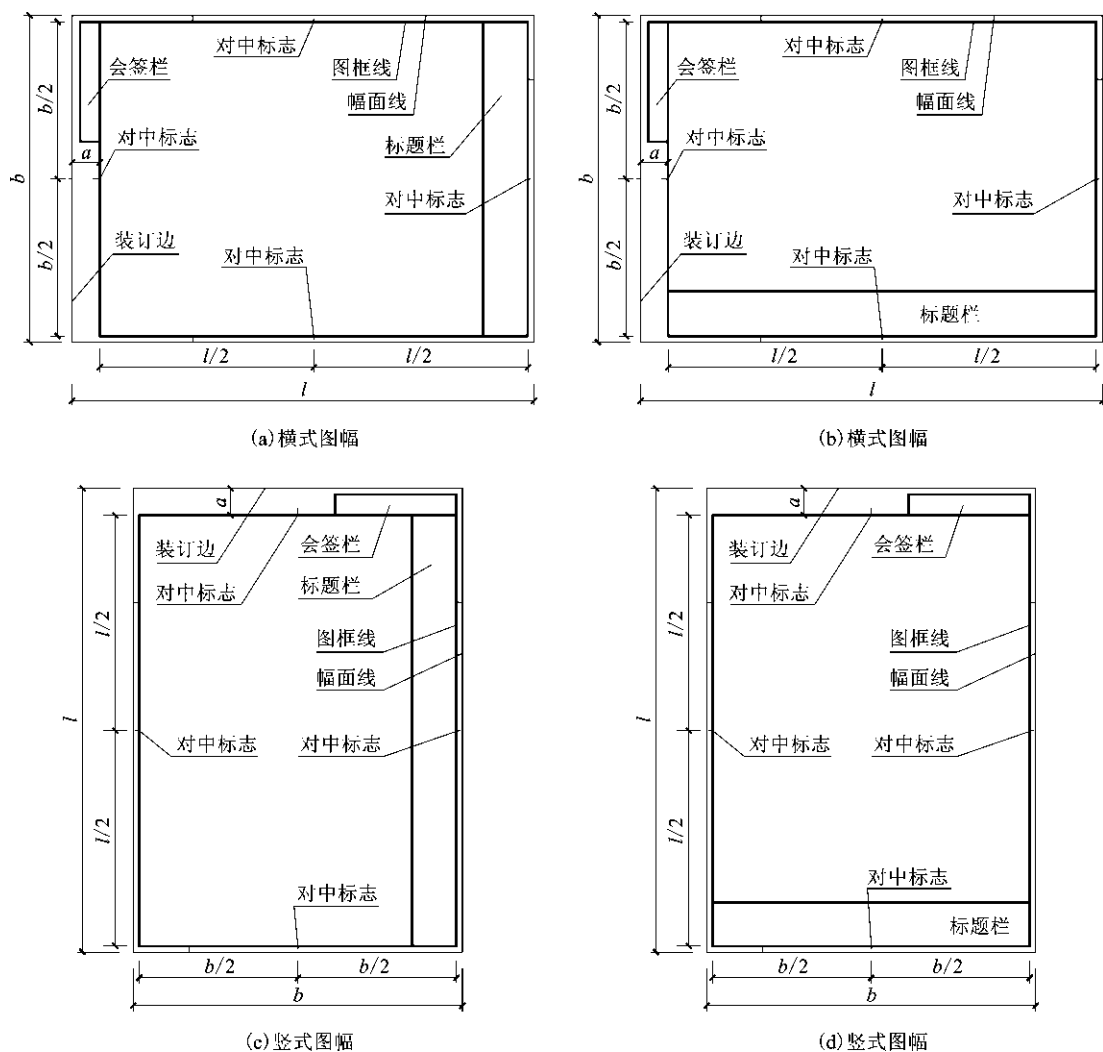
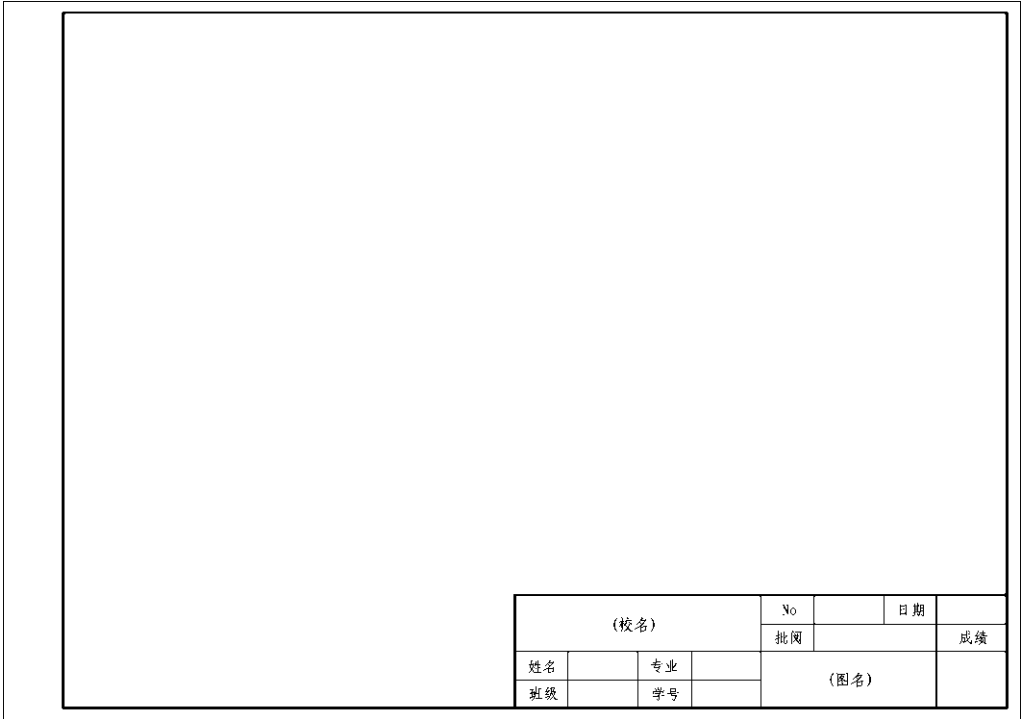

图 2-1 图纸格式
图 2-3 A2 图框及标题栏
图纸幅面是指图纸宽度与长度组成的图面，也就是图纸的大小。图纸幅面及图框尺寸应符合表 2-1 的规定及图 2-1~图 2-3 的格式。
图纸的摆放格式有横式与立式两种，图纸中应有标题栏、图框线、幅面线、装订边线和对中标志。图纸的标题栏及装订边的位置，如图 2-1 所示。
- 用 CAD 绘制如图 2-3 所示 A2 横式图框。
- (1) A2 图框的标准图幅尺寸为 594 mm×420 mm，装订边间距为 25 mm，其余三边幅面线与图框线的间距为 10 mm。
- (2) 字体采用仿宋体，标题栏小字高度 3.5 mm，大字高度 7 mm。